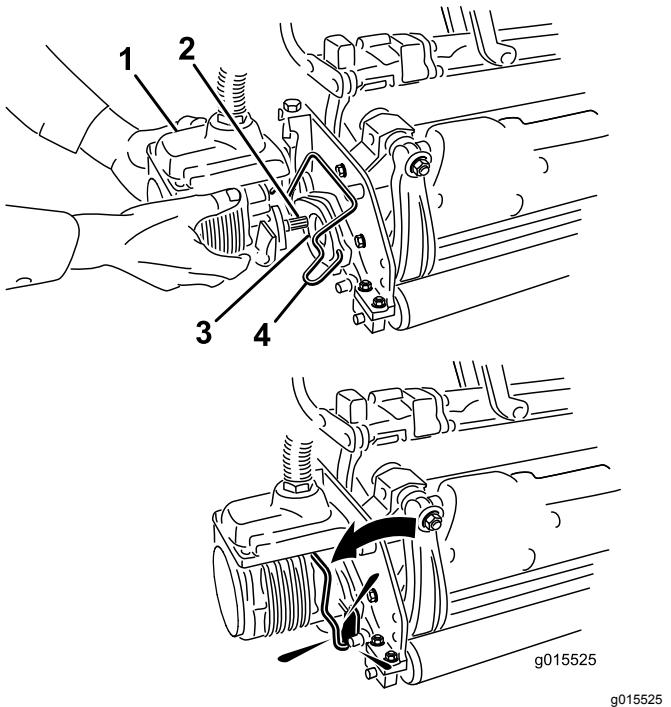

図 14
11. カッティングユニット用モータのスライドシャフトにきれいなグリスを塗りつける図 14。
12. モータを、カッティングユニットの左側運転席から見て取り付け、カッティングユニットについているモータ固定バーを、モータの上から被せるようにセットし、モータの左右から「カチッ」というロック音が聞こえるまで押し下げる図 14。